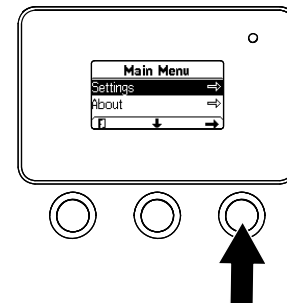

Figura 13
1. Dal MENU PRINCIPALE, premete il pulsante centrale per scorrere in giù fino al MENU IMPOSTAZIONI, poi premete il pulsante destro (Figura 13).